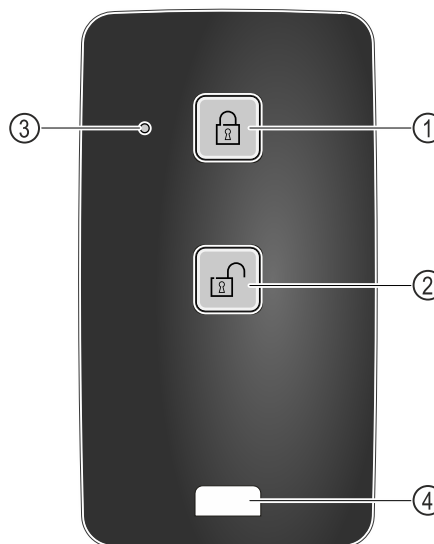

Fig. 212
- (1) Bloquear el cierre
- (2) Desbloquear el cierre
- (3) LED de estado
- (4) Anilla de fijación
- Pulsar el botón Fig. 212 (1) del mando a distancia.
- Pulsar el botón Fig. 212 (2) del mando a distancia.
- El LED de estado Fig. 212 (3) emite una señal visual al pulsarse el botón.
- Anilla Fig. 212 (4) para la fijación del mando a distancia, p. ej., en un llavero.